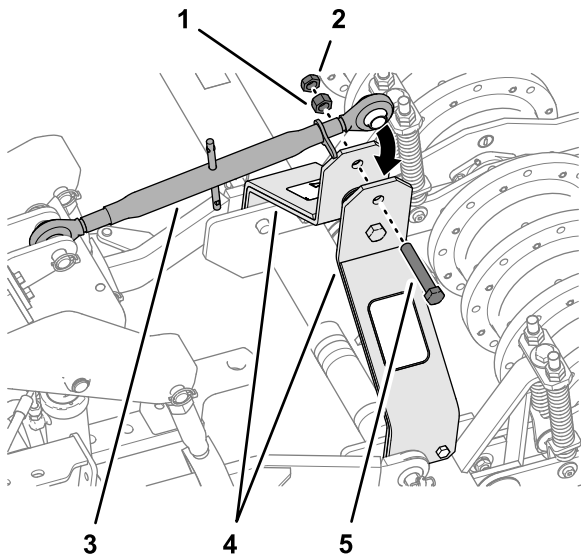

Figura 18
6. Monte el otro extremo del acoplamiento de 3 puntos superior a los brazos de elevación del aireador (Figura 18) con el perno (3/4" x 4"), la tuerca (3/4") y la tuerca de inmovilización (3/4").